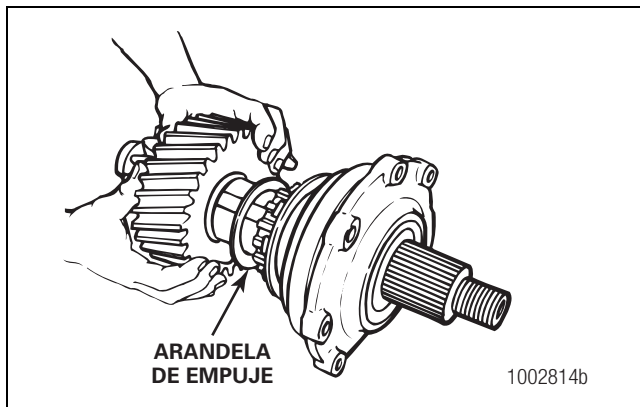

Figura 5.74
9. Coloque la arandela de empuje en el agujero piloto en la punta del engranaje motriz helicoidal. La ranura para aceite en la arandela de empuje debe quedar hacia la brida del eje impulsor. Instalar el engranaje motriz helicoidal y la arandela de empuje en el eje impulsor de manera que la arandela de empuje quede hacia la jaula del cojinete de entrada. Figura 5.74.